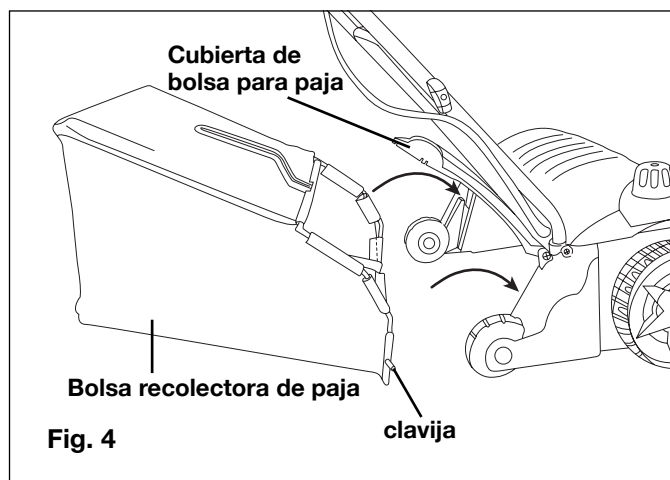

Fig. 4
2. Empuje las clavijas de las varas de la bolsa recolectora dentro de los orificios encontrados dentro de la carcasa (Fig. 4).